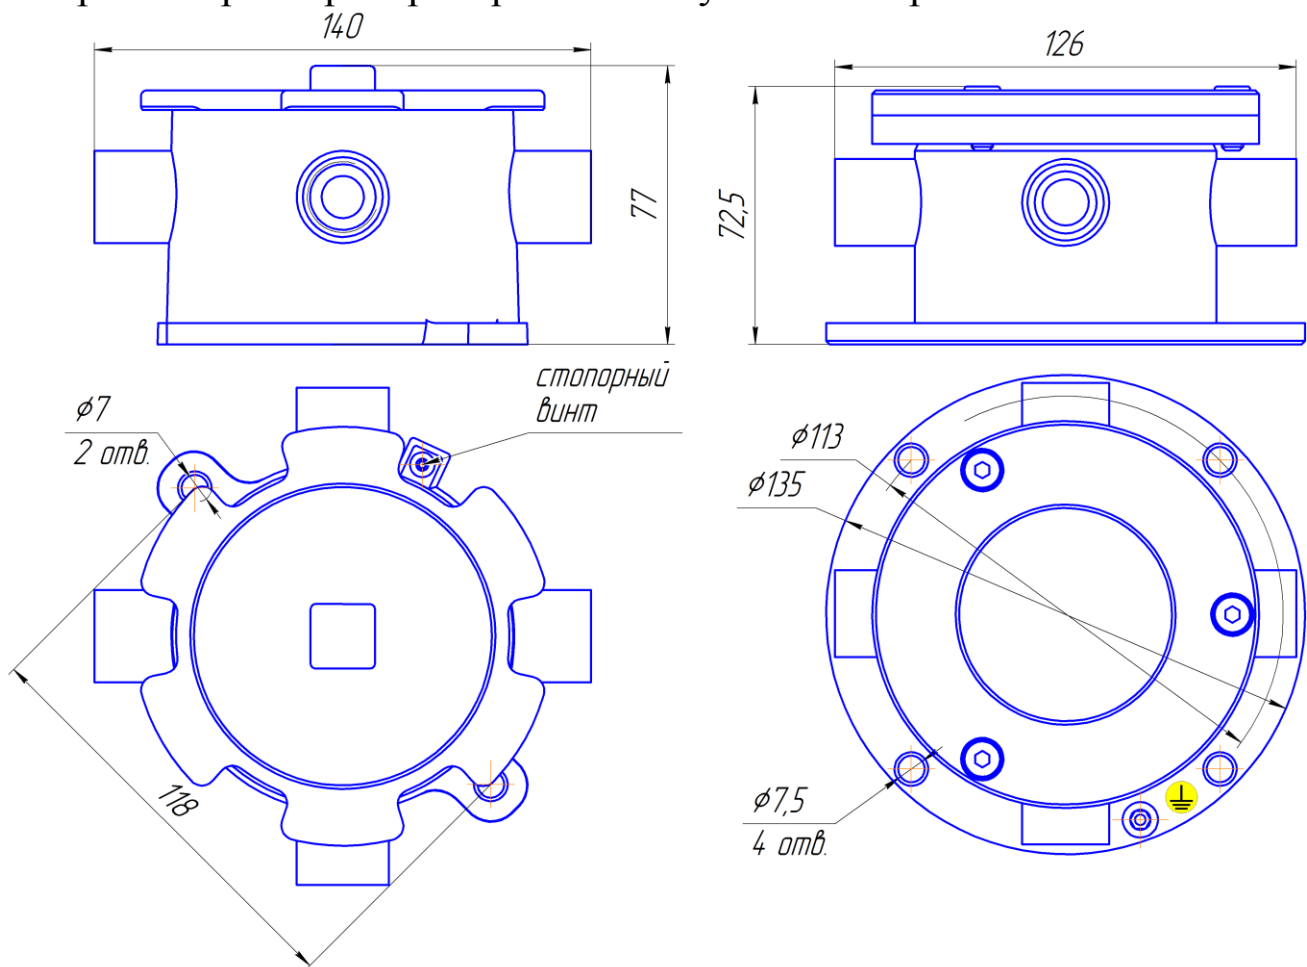

Рис. 1 – Габаритные размеры преобразователя
Габаритные размеры преобразователя указаны на рис. 1.
- для предотвращения самоотворачивания крышки использовать стопорный винт с внутренним шестигранником, рис. 1.